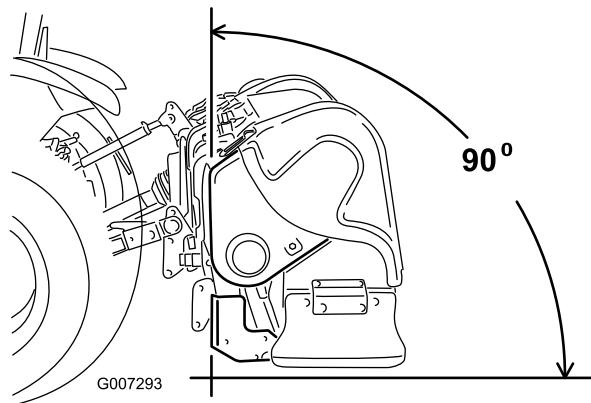

图7
**注意** 操作时打孔机的前部必须垂直才能获得最佳打孔质量图7。调节上连杆以控制此角度。请参阅操作 (页码 17) 了解其它信息。